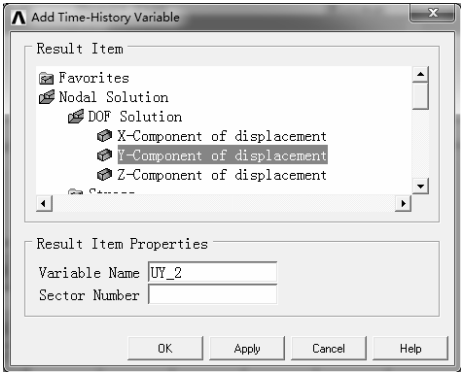

图 7-257 “Add Time-History Variable” 对话框
2) 单击  按钮，弹出“Add Time-History Variable”对话框，在“Result Item”列表框中依次选择“Nodal Solution>DOF Solution>Y-Component of displacement”选项，如图 7-257 所示。